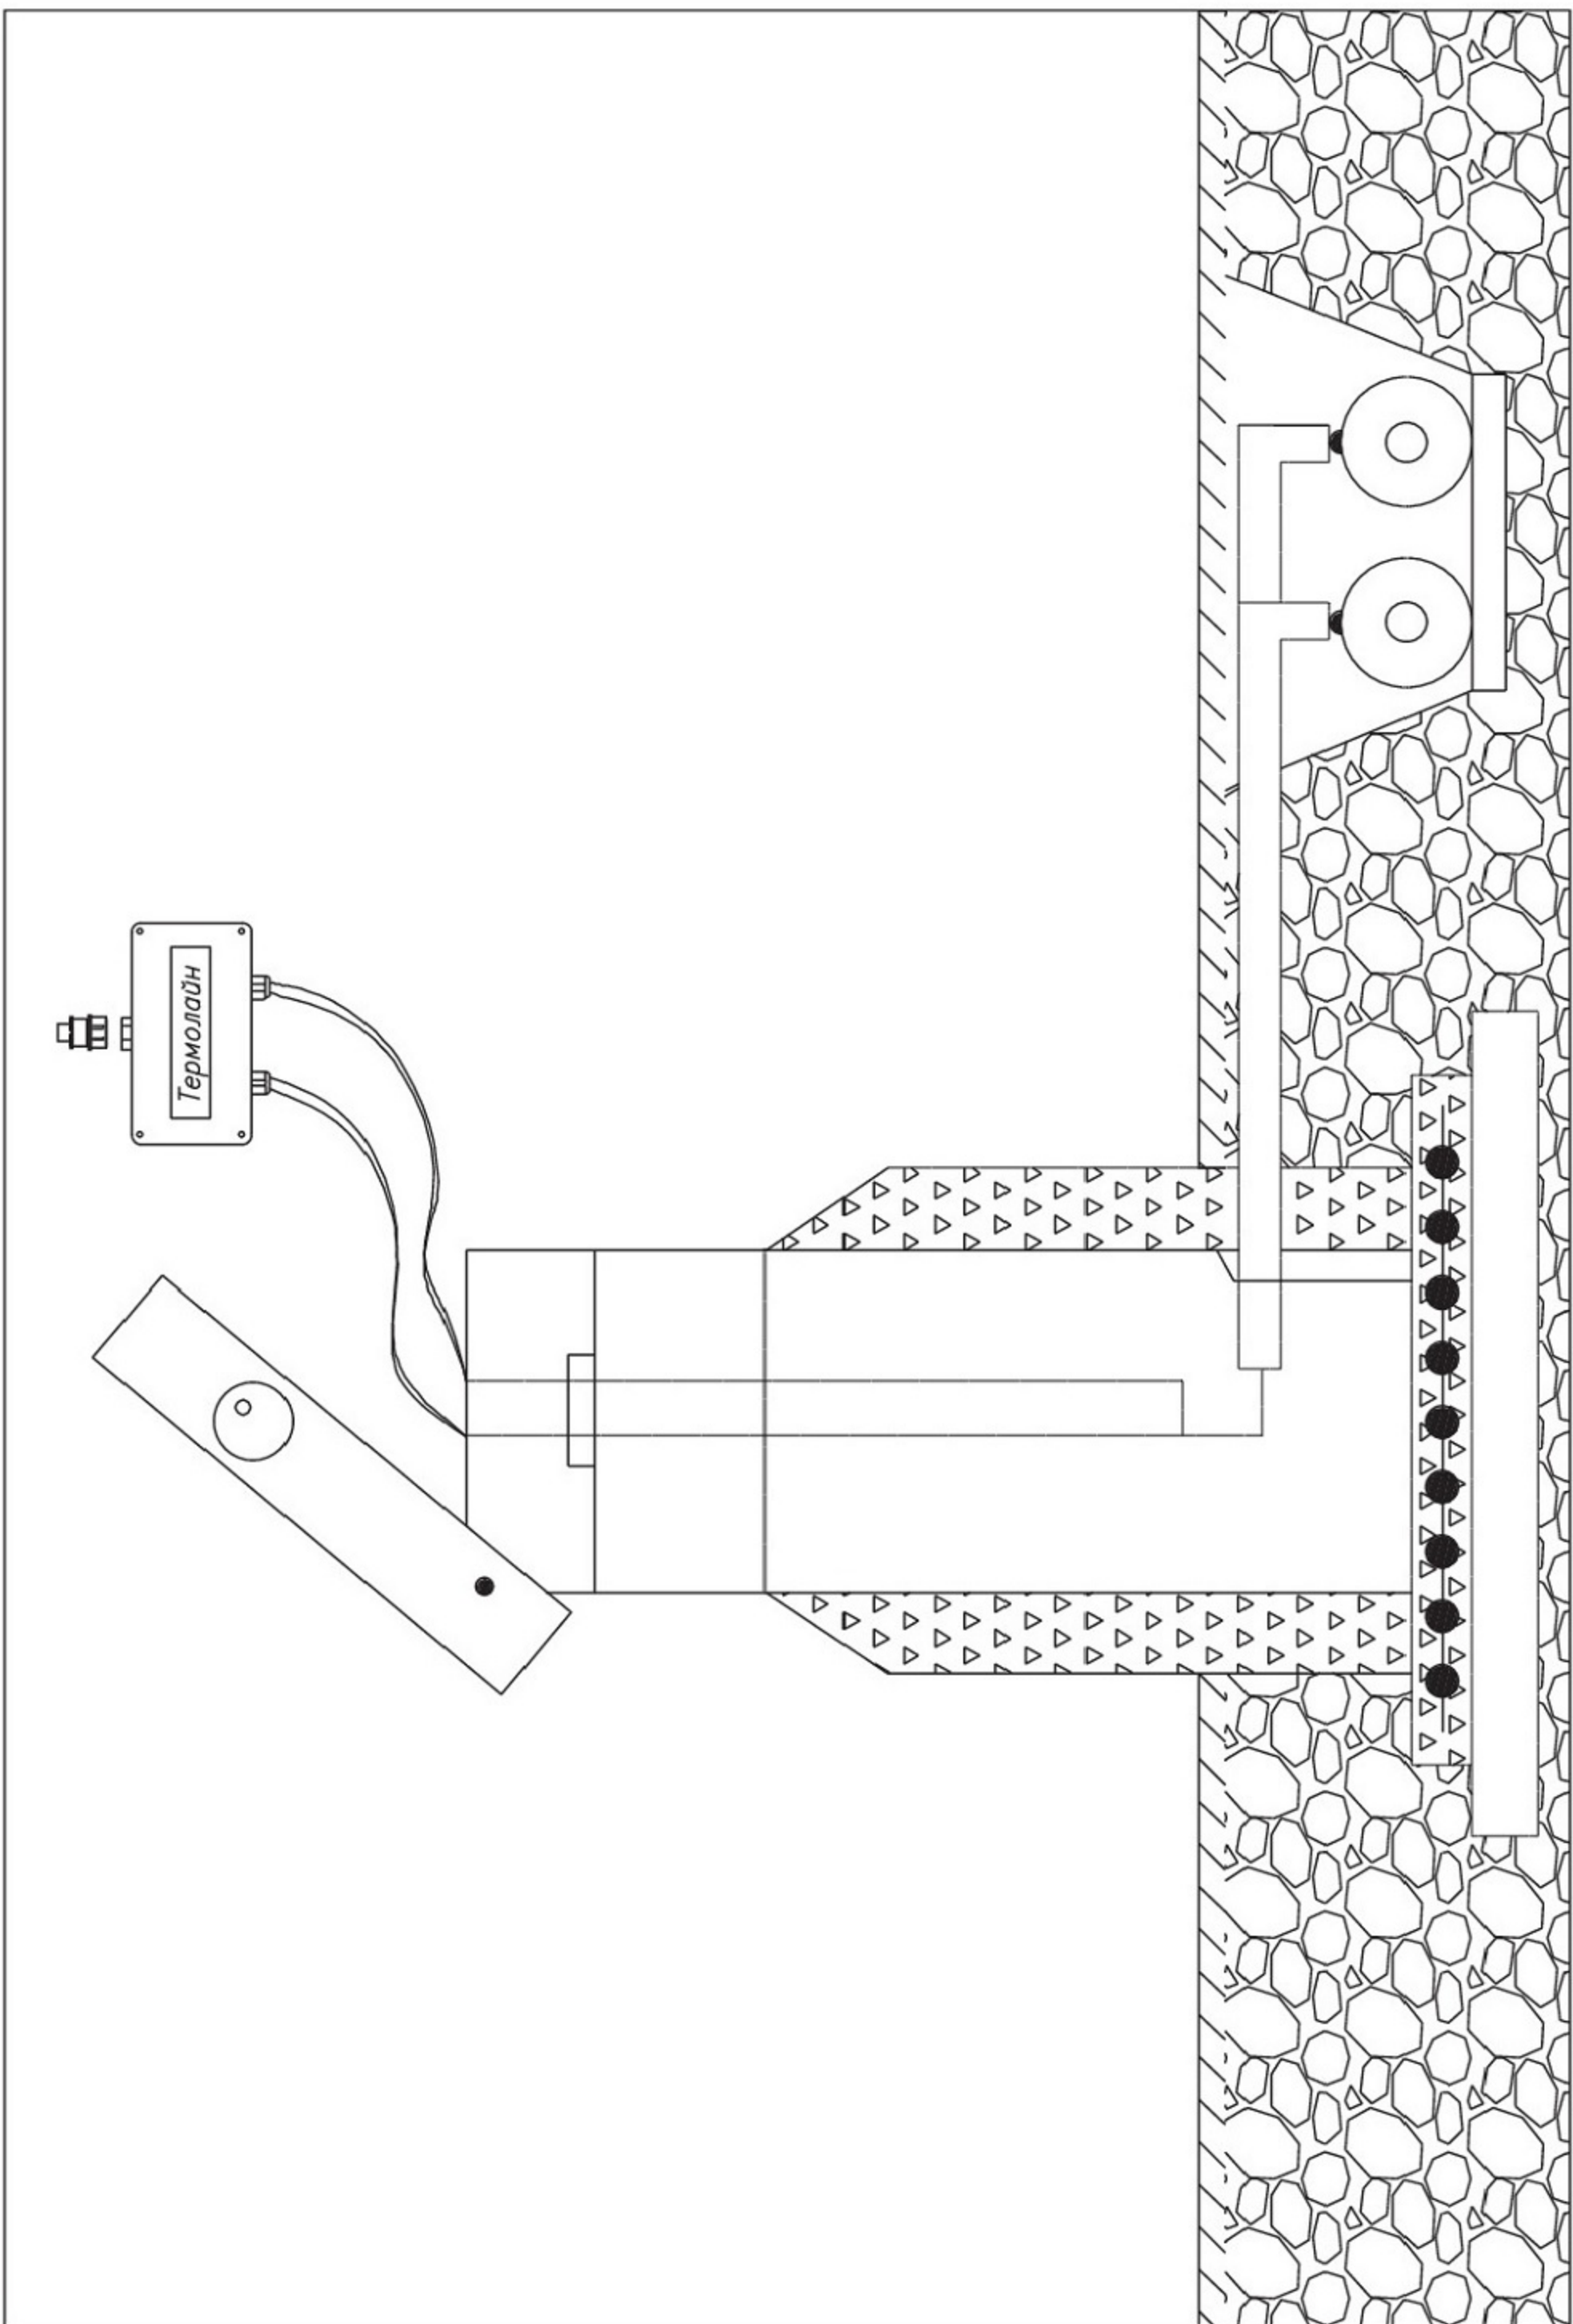

Рис. 6 Установка терминала в наземном ковре
13. При установке терминала в наземном ковре (**Рис. 6**) пункты с **6** по **8** не выполнять.